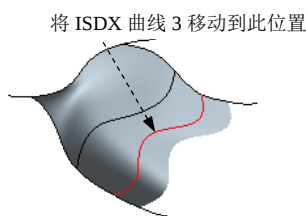

图 10.4.6 再生后的 ISDX 曲面
② 单击  样式 功能选项卡  操作  全部重新生成 按钮，再生后的 ISDX 曲面如图 10.4.6 所示。